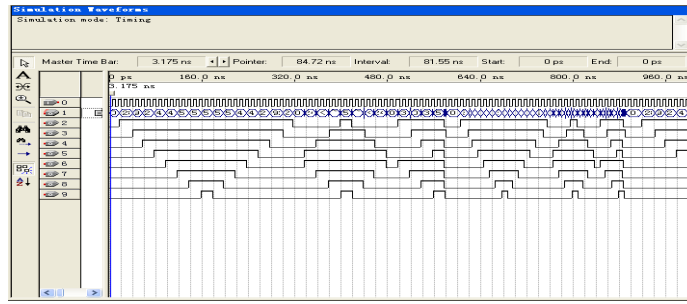

图 22 仿真结构报告窗口
(9) 观察仿真结果，如图 22 所示。仿真波形文件“Simulation Report”通常会自动弹出。如果无法在窗口展开显示时间轴上的所有波形图，可以在仿真报告窗口中单击鼠标右键，选择“Zoom”项下的“Fit in Window”选项，并通过按钮，或按住 ctrl 键，滚动